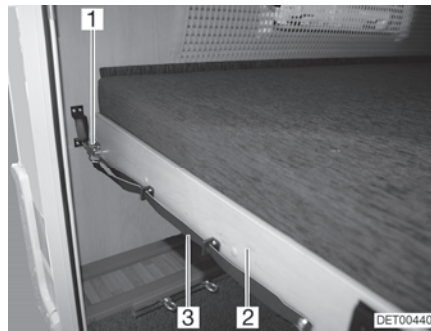

Fig. 78 Letto a castello (parte posteriore)
- Tirare l'asola (Fig. 78,3) e liberare il chiavistello (Fig. 78,1).
- Tirare in avanti il telaio portamaterasso (Fig. 78,2) con il materasso finché non si innesta.